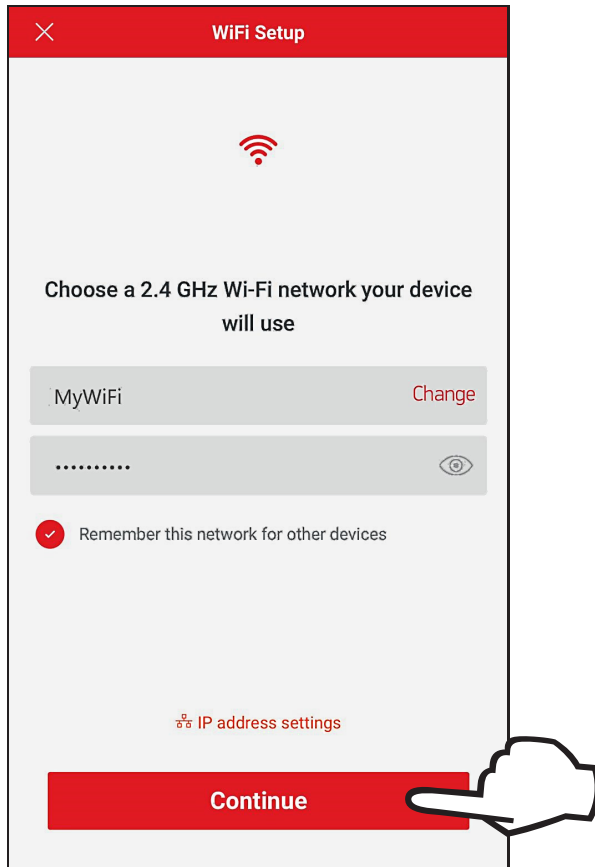

Figure 87. Configuration Wi-Fi
1. L'écran "Wi-Fi setup" s'affiche. Sélectionnez ou entrez le réseau Wi-Fi auquel vous souhaitez connecter votre appareil et saisissez le mot de passe réseau, voir **Figure 87**.